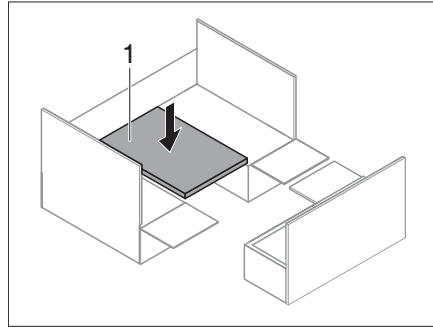

Bild 197 Einhängetisch nach unten
- Einhängetisch (Bild 197,1) von der oberen Einhängeschiene in die untere Einhängeschiene wechseln.